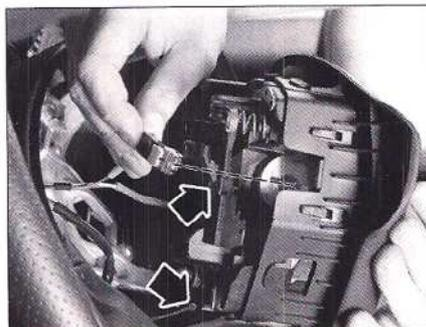

FIG. 3
- Extraer ligeramente el módulo de airbag separándolo hacia arriba (B).
- Desconectar los dos conectores del airbag y el de la bocina para poder desmontar el módulo de airbag (Fig.3).